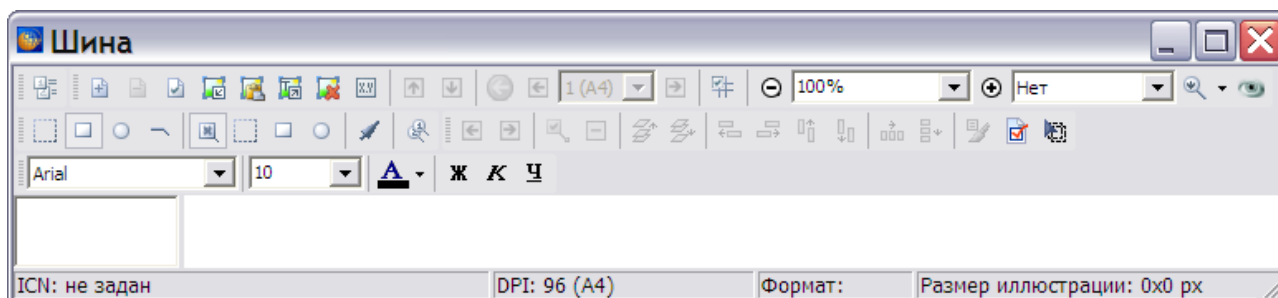

Рис. 8.40
6. Нажмите на кнопку **Применить**. При этом откроется окно для создания и редактирования иллюстраций с названием иллюстрации (Рис. 8.40).